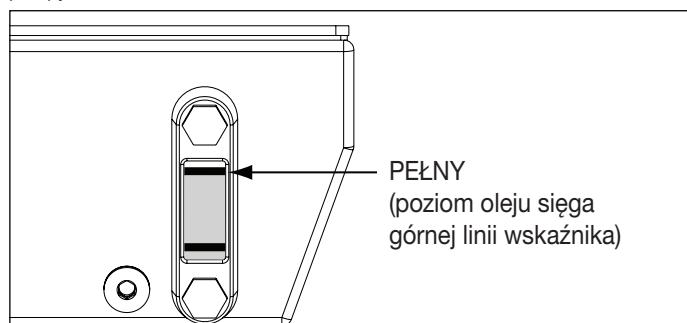

Rysunek 1, Odpowietrznik zbiornika i korek wlewów oleju
Patrz rysunek 1. Korek transportowy (A) jest zainstalowany w porcie odpowietrznika w górnej części zbiornika. Przed użyciem pompy wymień korek transportowy (A) na odpowietrznik (B) zbiornika z przełączką pośrednią (C).